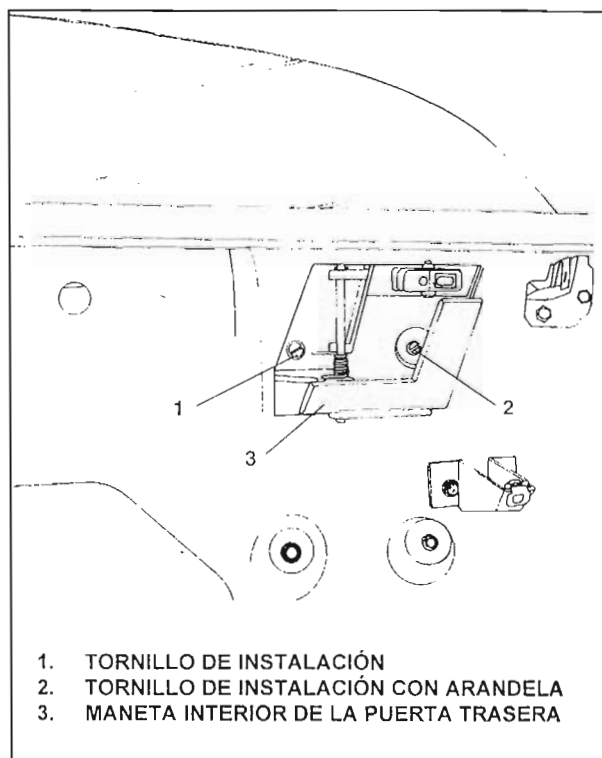

Fig. 9.
7. RETIRADA/ INSTALACIÓN DE LA MANETA INTERIOR DE LA PUERTA (Fig.9&10)